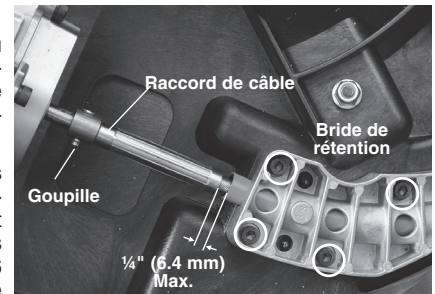

Figure 2 – Montage de la bride de rétention du câble
6. Inversez le processus pour remonter l'ensemble. La gaine doit recouvrir le câble sans laisser plus de 1/4" (6 mm) de câble exposé (Figure 2). Serrez l'ensemble des vis à fond.